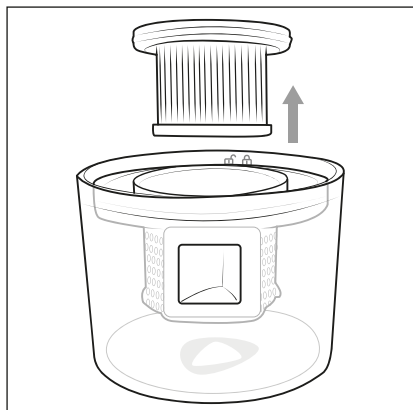

Fig. 5
- 2) Tire del filtro HEPA **5** con los dedos pulgar e índice para extraerlo del filtro de polvo **6** (fig. 5).